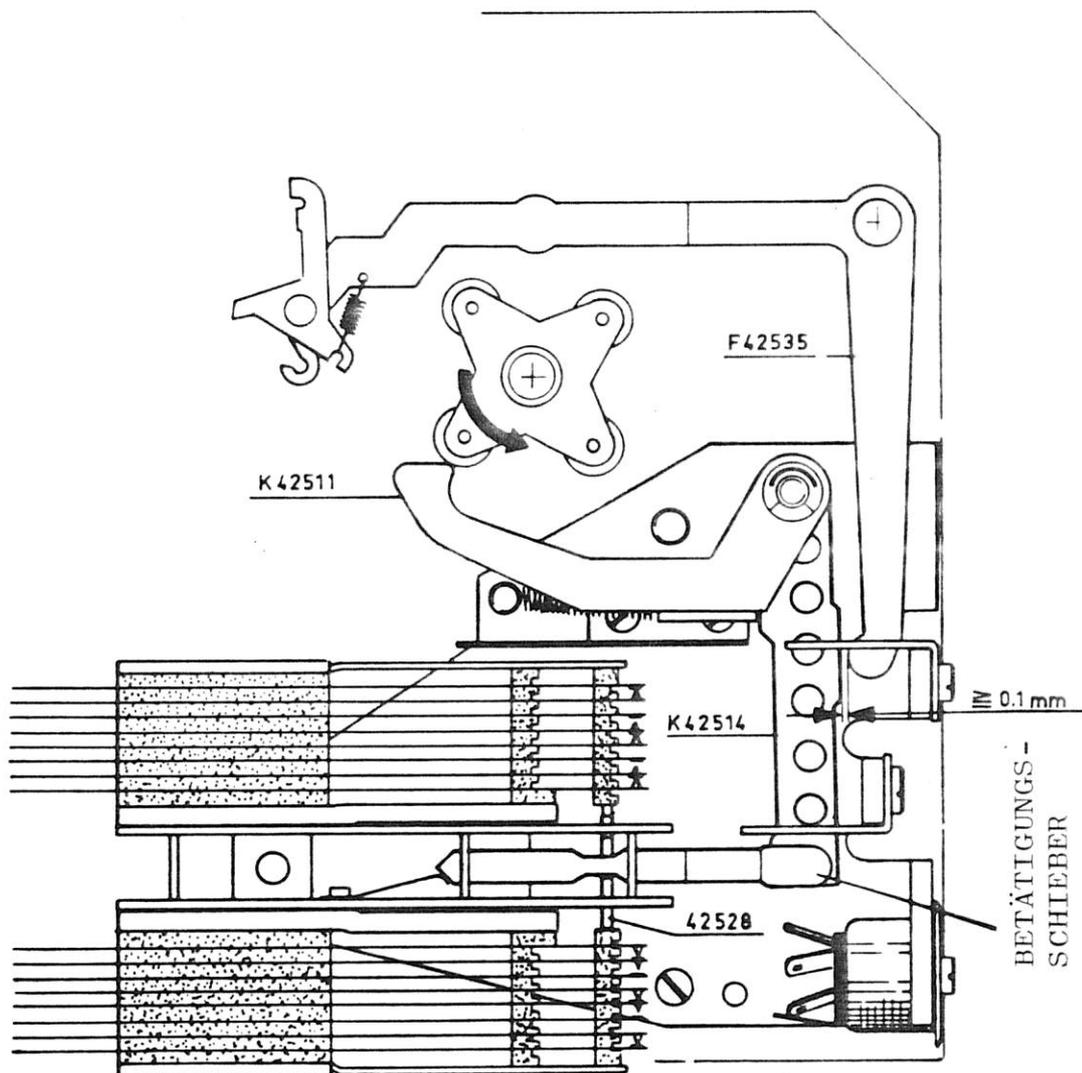

Fig 3
1.2.1.2 In Grundstellung, ebenso wie in der Stellung, gezeigt in Abb. 3, müssen die Schaltschieber 42528 am Grund des Ausschnittes des zugehörigen Kontaktbetätigungsschiebers liegen. Dies ist die Ausgangslage der Kontaktgruppen. Die richtige Lage der Kontaktschieber in Relation zu den Betätigungsschiebern erhält man durch Verstellen der kompletten Kontaktgruppe. Die Kontaktträgerplatte K 42517 hat Langlöcher, wodurch eine Justierung in Relation zu dem Rahmen K 42521 möglich ist.